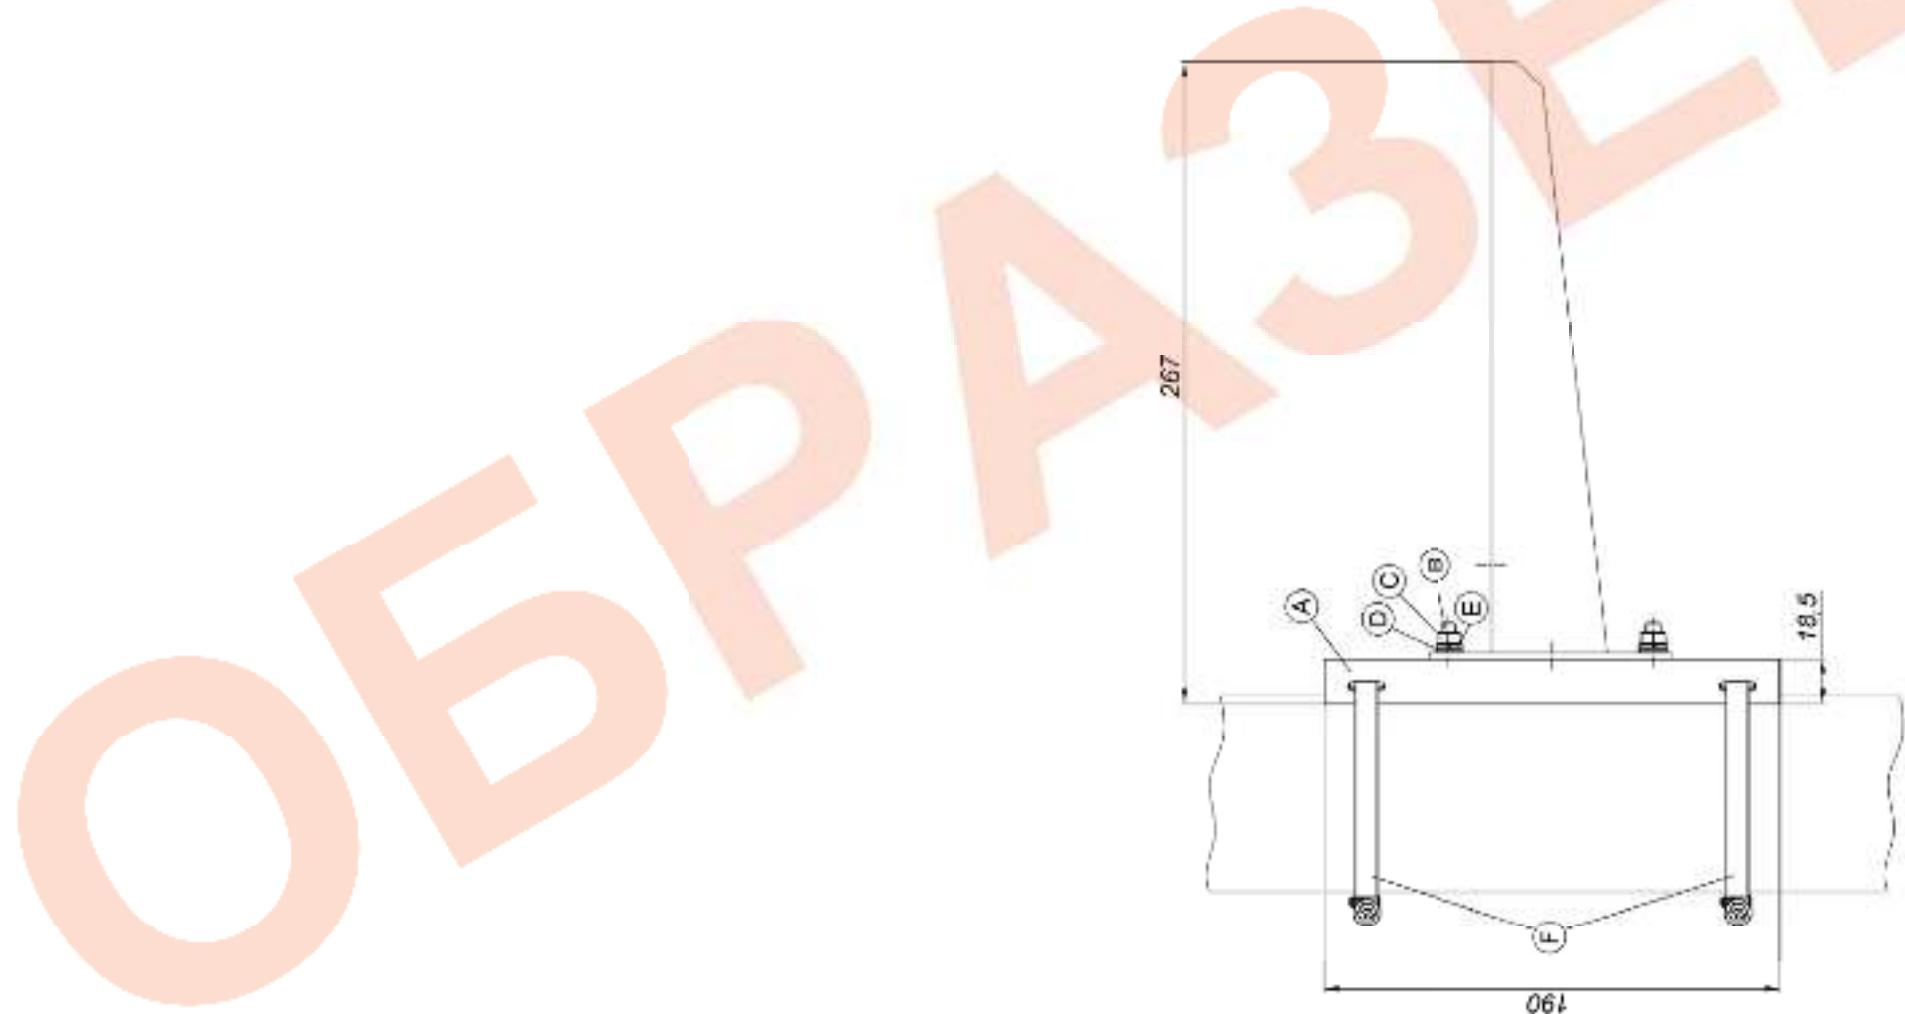

Рис.3 Матгал фронтштетія С4 на споры (фрунтур иғи көздештес)
1. Кронштейн КС-4 для крепления IP-видеокамеры ТВК-193 IP на спицы Ø; □ =115±13мм (другой размер – под заказ). Монтаж кронштейна см. рис.3;